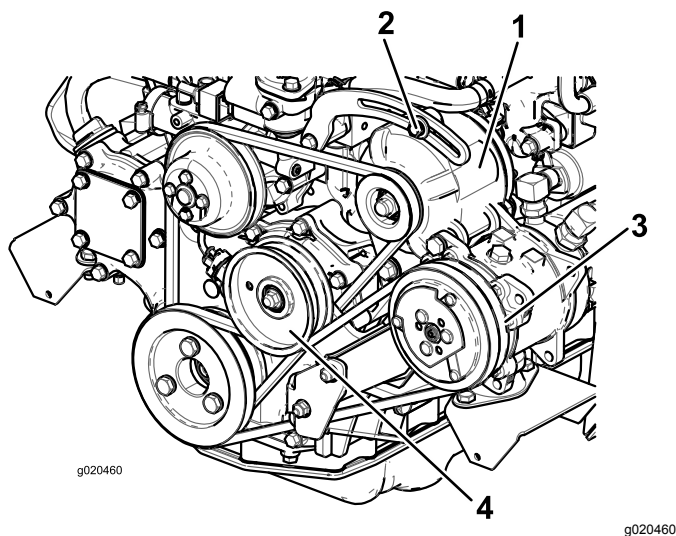

Figura 100
Si la desviación no es de 10 mm, afloje los pernos de montaje del alternador (Figura 100).
Compruebe la condición y la tensión de la correa (Figura 100) cada 100 horas de operación.
2. Si la desviación no es de 10 mm, afloje el perno de montaje de la polea tensora (Figura 100). Aumente o reduzca la tensión de la correa del compresor y apriete el perno. Verifique de nuevo la desviación de la correa para asegurarse de que la tensión es la correcta.